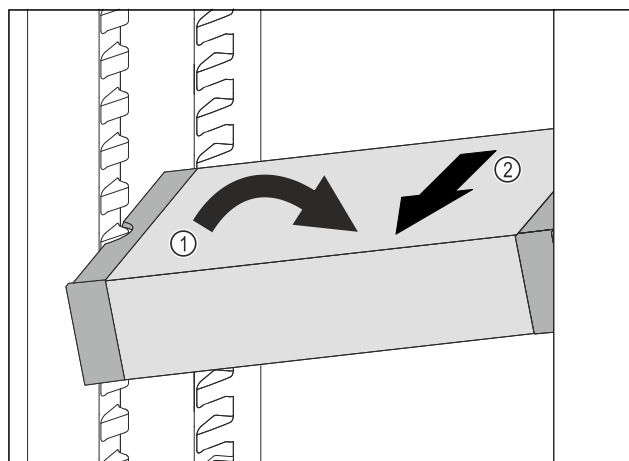

Fig. 106
- ▶ Incliner le VarioSafe dans la partie réfrigérateur. Fig. 106 (1)
- ▶ Sortir le tiroir VarioSafe par l'avant. Fig. 106 (2)